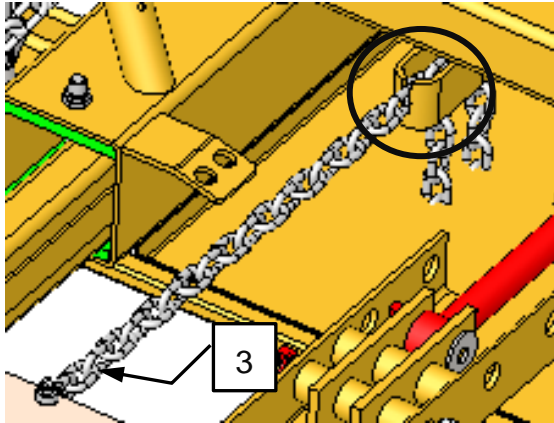

Abb. 6
Beide Begrenzungsketten (3) aushängen (Abb. 6).